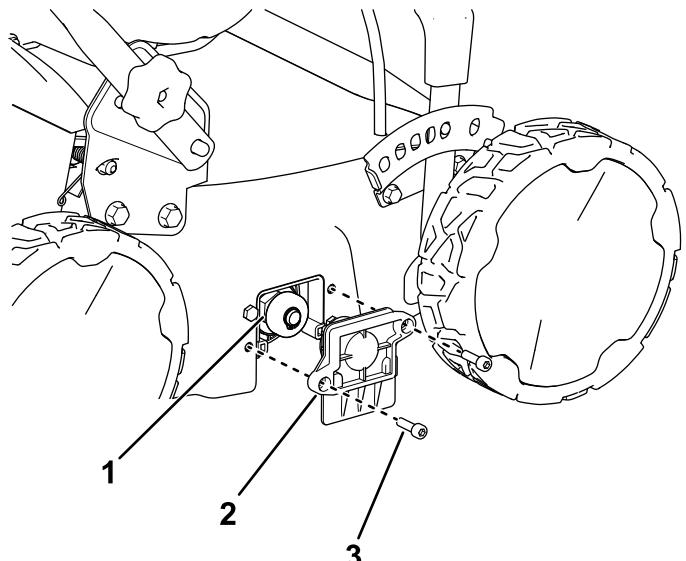

Figura 19
- Utilizando a chave sextavada, remova os dois parafusos que prendem a caixa de rolamentos e o eixo do cilindro do lado direito da máquina (Figura 19).
- Instale a caixa de rolamentos de forma a que prenda o conjunto do eixo recentemente instalado utilizando os dois parafusos de cabeça sextavada removidos no passo 3 e guarde a chave sextavada no conjunto da alavanca de transporte (Figura 19).